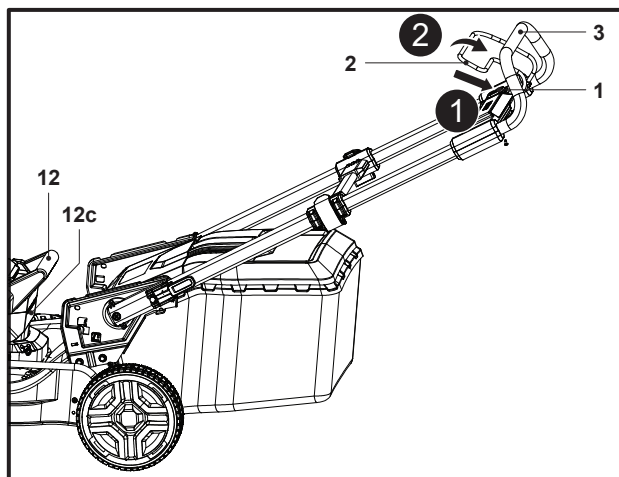

Fig. 18
1. Ouvrir le couvercle du compartiment de la batterie (12) et installer la batterie (24) dans le compartiment de la batterie (12e).
2. Fermer le couvercle du compartiment de la batterie (12).
3. Se tenir derrière le guidon (3).
4. Tout en maintenant l'interrupteur de sécurité (1) enfoncé (Fig. 18, étape 1), tirer les leviers de démarrage (2) vers le guidon (3) dans un délai de 5 secondes et les maintenir dans cette position (Fig. 18, étape 2).
5. Une fois la tondeuse à gazon démarrée, relâcher l'interrupteur de sécurité (1).
6. La capacité réelle de la batterie est indiquée sur l'indicateur de batterie (12c) situé à l'arrière du couvercle du compartiment de la batterie (12).
7. Le feu de travail (12f) situé à l'avant du couvercle du compartiment de la batterie (12) s'allume automatiquement.